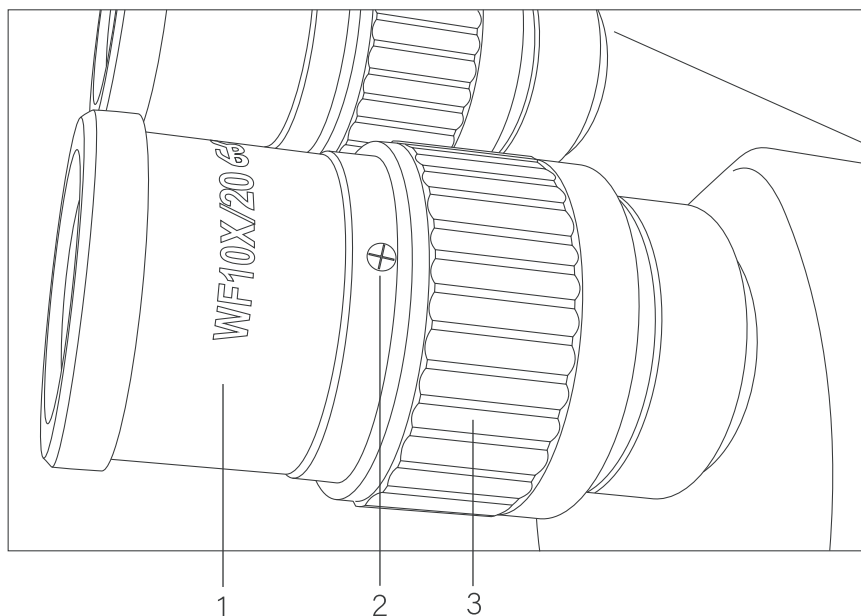

Рис. 9. Окулярные тубусы
- Установите окуляры, рисунок 9. Для этого: